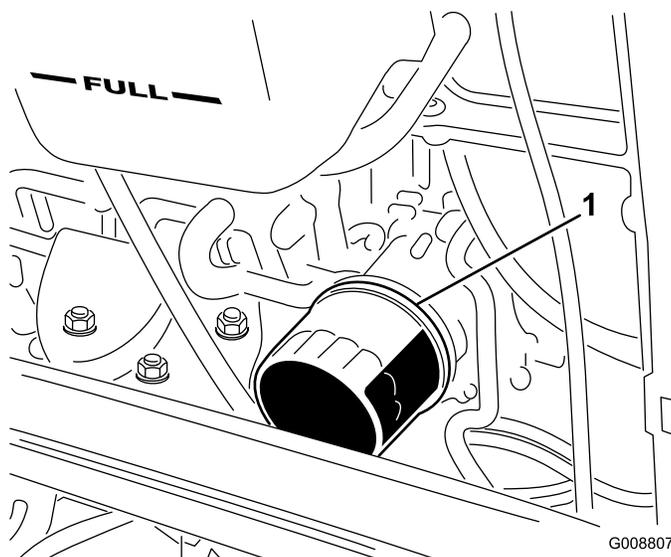

図 33
2. オイルフィルタ 図 33 を外す。新しいフィルタのシールに薄くエンジンオイルを塗って取り付ける。締めすぎないように注意すること。